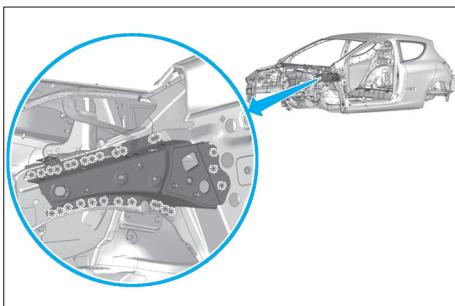

FIG. 28
- Fraisez les points de soudure du renfort d'aile avant (Fig.28).